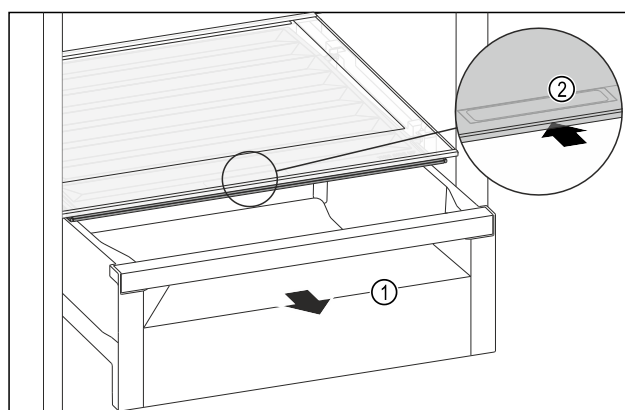

Fig. 221
- ▶ Izvucite ladicu Fig. 221 (1).
- ▶ Primite ručku Fig. 221 (2) na poklopcu pretinca i istodobno povucite poklopac pretinca prema natrag.